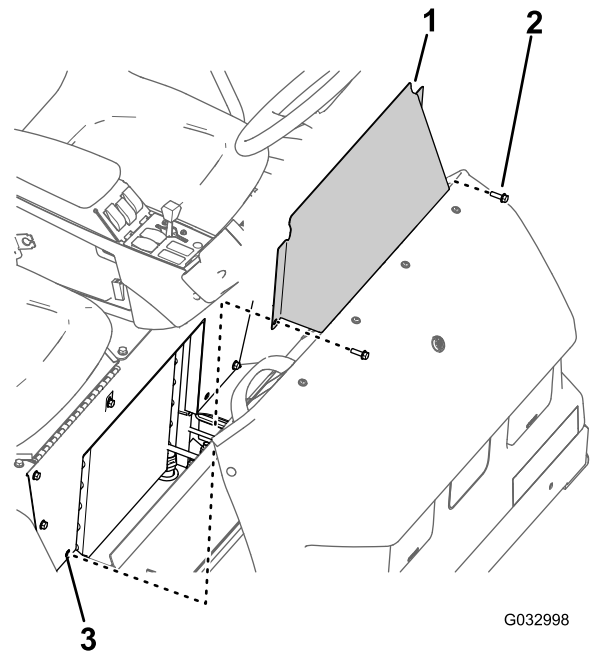

図 59
- シートベースアクセスパネルを座席ベースに固定しているフランジヘッドボルト2本を取り外す 図 59。
- 機体からシートベースアクセスパネルを外す 図 59。
- シートベースアクセスパネルの穴を座席ベースの穴に合わせる 図 59。
- シートベースアクセスパネルを座席ベースに固定する 図 59 1 シートベースアクセスパネルを外す (ページ 46) で外したフランジヘッドボルト2本を使用する。